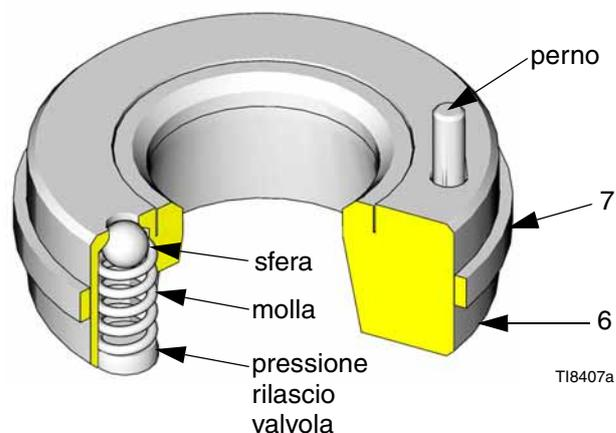

FIG. 4
12. Rimuovere le sfere (5), le sedi di ingresso (6 e 34) e le guarnizioni (7).
13. Ispezionare la valvola di decompressione nella sede (6) per verificare che non sia otturata. Premere la sfera della valvola per verificare che la sfera e la molla siano libere di muoversi. Vedere la FIG. 4.